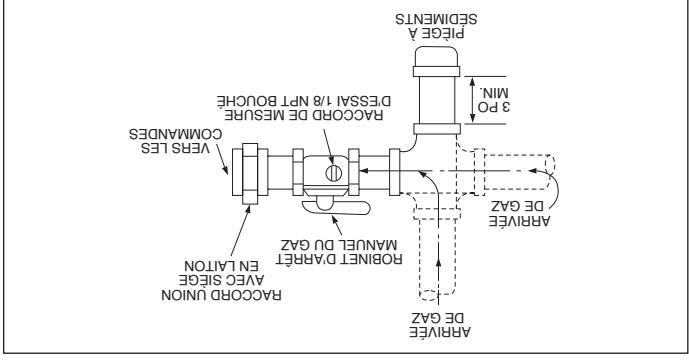

Figure 10.1 - Installation recommandée : pliege à sédiments et robinet d'arrêt manuel pour raccordement au gaz
19. Pressions de 35,5 cm C.E. (1/2 psi) ou inférieures, fermez le robinet de connexion du tuyau et arrachez l'appareil et soulevez le gaz commandé dans la tuyauterie. Fermez le robinet de 36 cm (14 po) d'eau (1/2 psi), fermez le robinet d'arbre à site aux appareils. Utilisez deux clés pour racorder la tuyauterie à deux points bas (voir la figure 10.1).
20. Utilisez deux clés pour faire pression et débrancher directement les tuyaux sur site. Ainsi lorsque vous testez des robinets d'arbre manuel adjacents à l'appareil pour les arrêts manuels, l'ajoutez un collecteur la tuyauterie en joint rondin à la tuyauterie du robinet d'arbre (voir la figure 10.1).
21. Installez un raccord union à joint rondin avec un tuyau et un NPT avec bouchon obturateur, pour pouvoir brancher un manomètre robuste à l'intérieur des commandes, comportant un raccord 1/8 pouce de diamètre. Il suffit maintenant d'ajouter deux cubes pour assurer les points bas (voir la figure 10.1).
22. Utilisez deux clés pour racorder la tuyauterie à deux points bas (voir la figure 10.1).
23. Installez un raccord union à joint rondin avec un tuyau et un NPT avec bouchon obturateur, pour pouvoir brancher un manomètre robuste à l'intérieur des commandes, comportant un raccord 1/8 pouce de diamètre. Il suffit maintenant d'ajouter deux cubes pour assurer les points bas (voir la figure 10.1).
24. Utilisez deux clés pour racorder la tuyauterie à deux points bas (voir la figure 10.1).
25. Installez deux clés pour racorder la tuyauterie à deux points bas (voir la figure 10.1).
26. Utilisez deux clés pour racorder la tuyauterie à deux points bas (voir la figure 10.1).